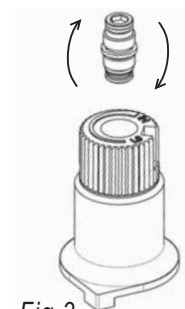

Fig. 3
- 14) Flip the screw (Fig. 3).